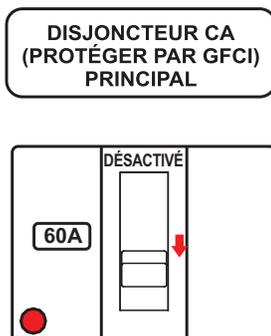

Figure 23. Disjoncteur principal (CB1)
1. Pour protéger le générateur-soudeur d'une surcharge, un disjoncteur **principal** (CB1) tripolaire de 60 ampères est prévu. Placez ce disjoncteur (Figure 23) en position **DÉSACTIVÉ** avant de démarrer le moteur.